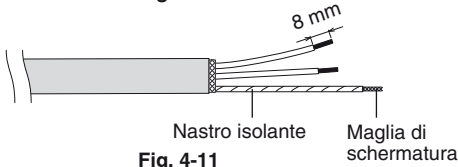

Fig. 4-11
- (3) Rimuovere la guaina di protezione del cavo del segnale (Fig. 4-11).